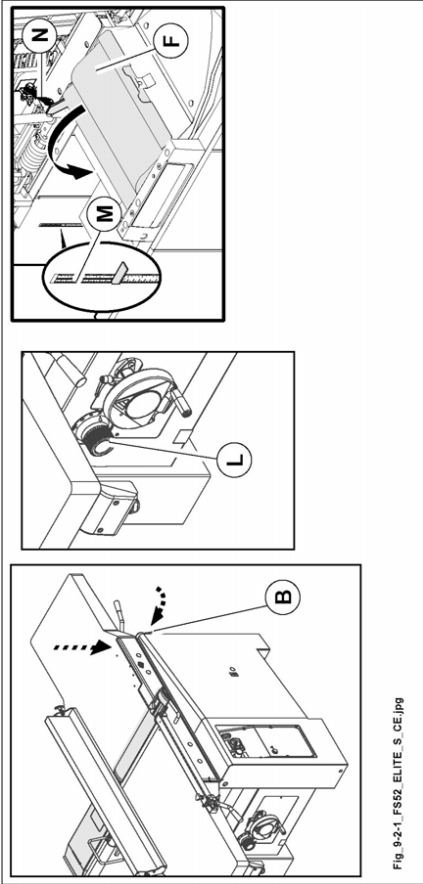

Abb. 9.2-1
VORSICHT: damit kein Element beschädigt wird, muss vor dem Absenken der Abrichtische die Sicherungsvorrichtung der Spanabfuhrvorrichtung (F Abb. 9.2-1) geöffnet, der Dicken Hobel bis zur roten Kerbe (M Abb. 9.2-1) abgesenkt und der Hebel (L Abb. 9.2-1) in die Position "0" (abschalten der Mitnehmerwalze) gestellt werden.
- 3) Die Sicherung (N Abb. 9.2-1) entsperren und die Tische schließen.
- 4) Hebel (B Abb. 9.2-1) senken um die Abrichtische zu blockieren.